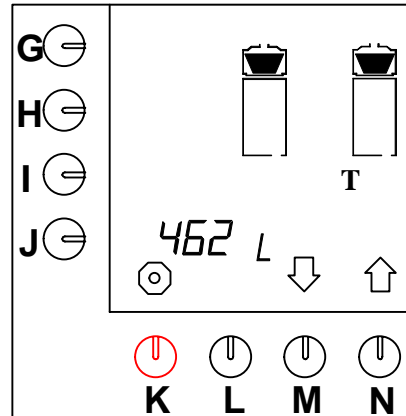

Abb. 19 Gesamtzählwerk für das Kaffeebrühsystem
- Jetzt erscheint das Gesamtzählwerk im Display. Die Gesamtanzahl der Liter Kaffee, die während der Lebensdauer des Geräts aufgebrüht wurden, kann im Display abgelesen werden (Abb. 19).